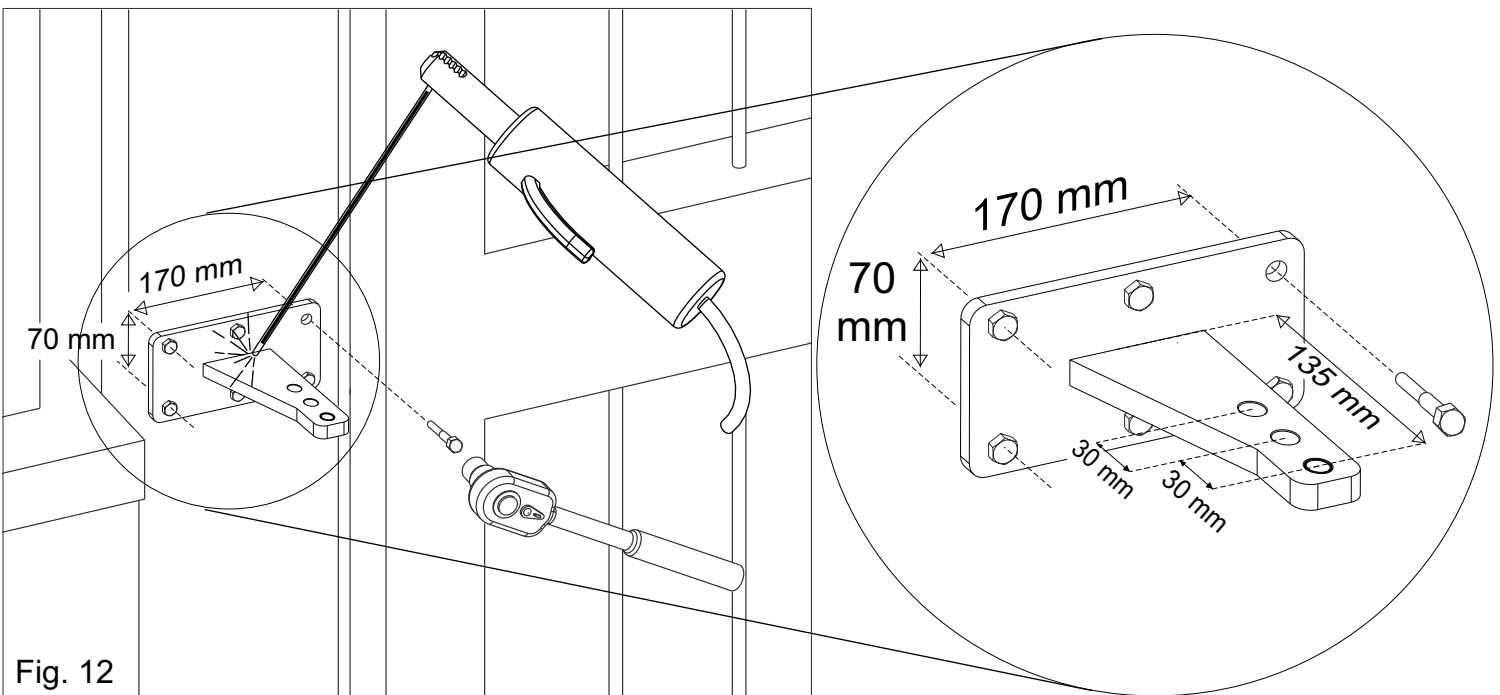
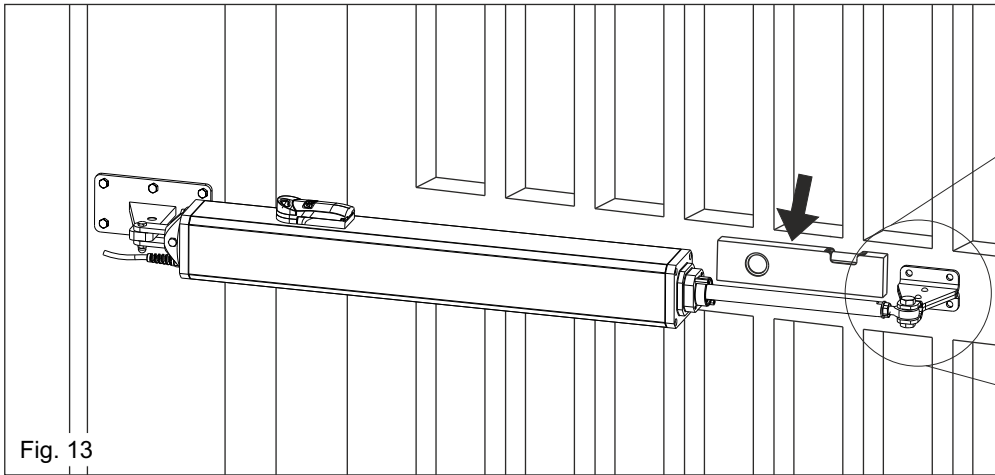

Fig. 12
Fig. 13
L'étrier doit être coupée, avant tous, en respectant la cote «a» en pag. 32 et successivement soudée comme dans la fig. 12
Le support doit être positionné de façon que l'opérateur soit parfaitement horizontal (Fig.12, Fig.13)
- 4) Positionner l'opérateur de façon qu'il résulte parfaitement horizontal et donc marquer la position de la fixation antérieure (Fig.13).